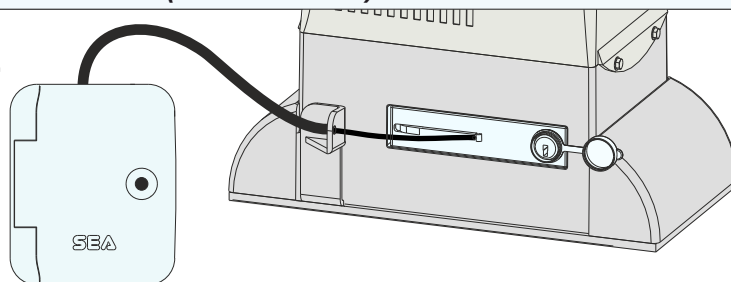

Abb. 33
**11.1.** Es ist möglich eine Außenentriegelung an den LEPUS Antrieb anzuschließen, die an einem Sicherheitskasten angeschlossen ist - Abb. 33